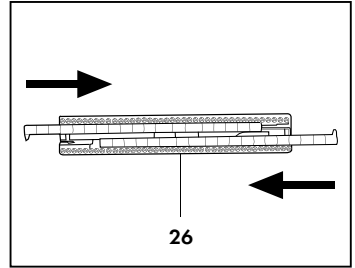

Abb. 15
Zur Montage der Borstenleiste (26) für Teppichböden und Teppiche, die steifen Bürsten mit nach innen gerichteten Läppchen in die dazu bestimmten Führungen schieben (Abb. 15).